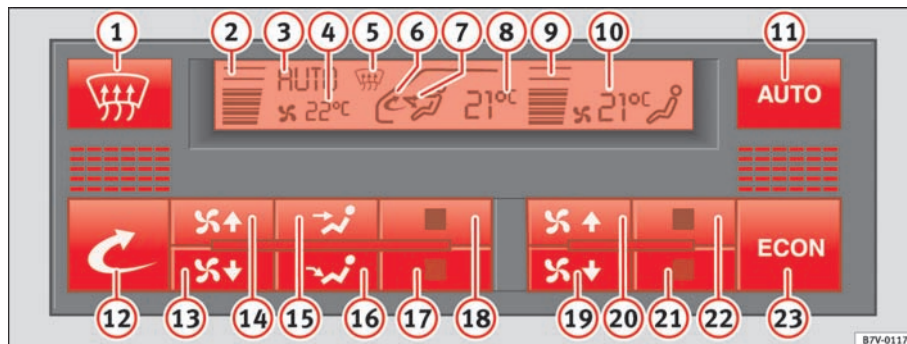

Fig. 120 Udsnit af instrumentpanelet: betjeningssementer til Climatronic
- Du vælger temperaturen med knapperne $\Rightarrow$ fig. 120 21 og 22, og den bliver gemt, indtil du vælger en anden temperatur.